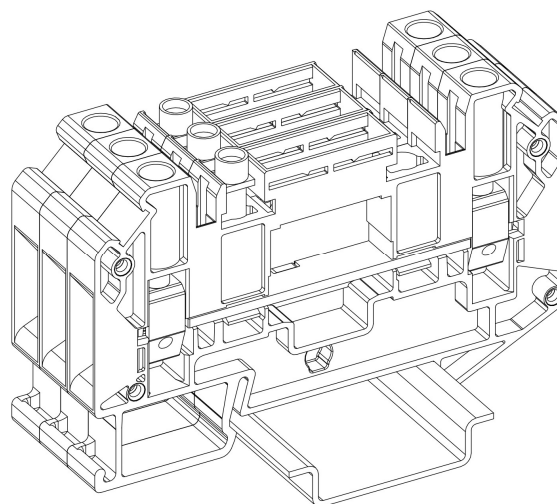

Рисунок 50 – установленная винтовая перемычка
- Вдавите винтовую перемычку в функциональное отверстие клеммы до упора (рис. 49; рис. 50). **Необходимо** использовать перемычки, которые соответствуют габаритам клеммы.